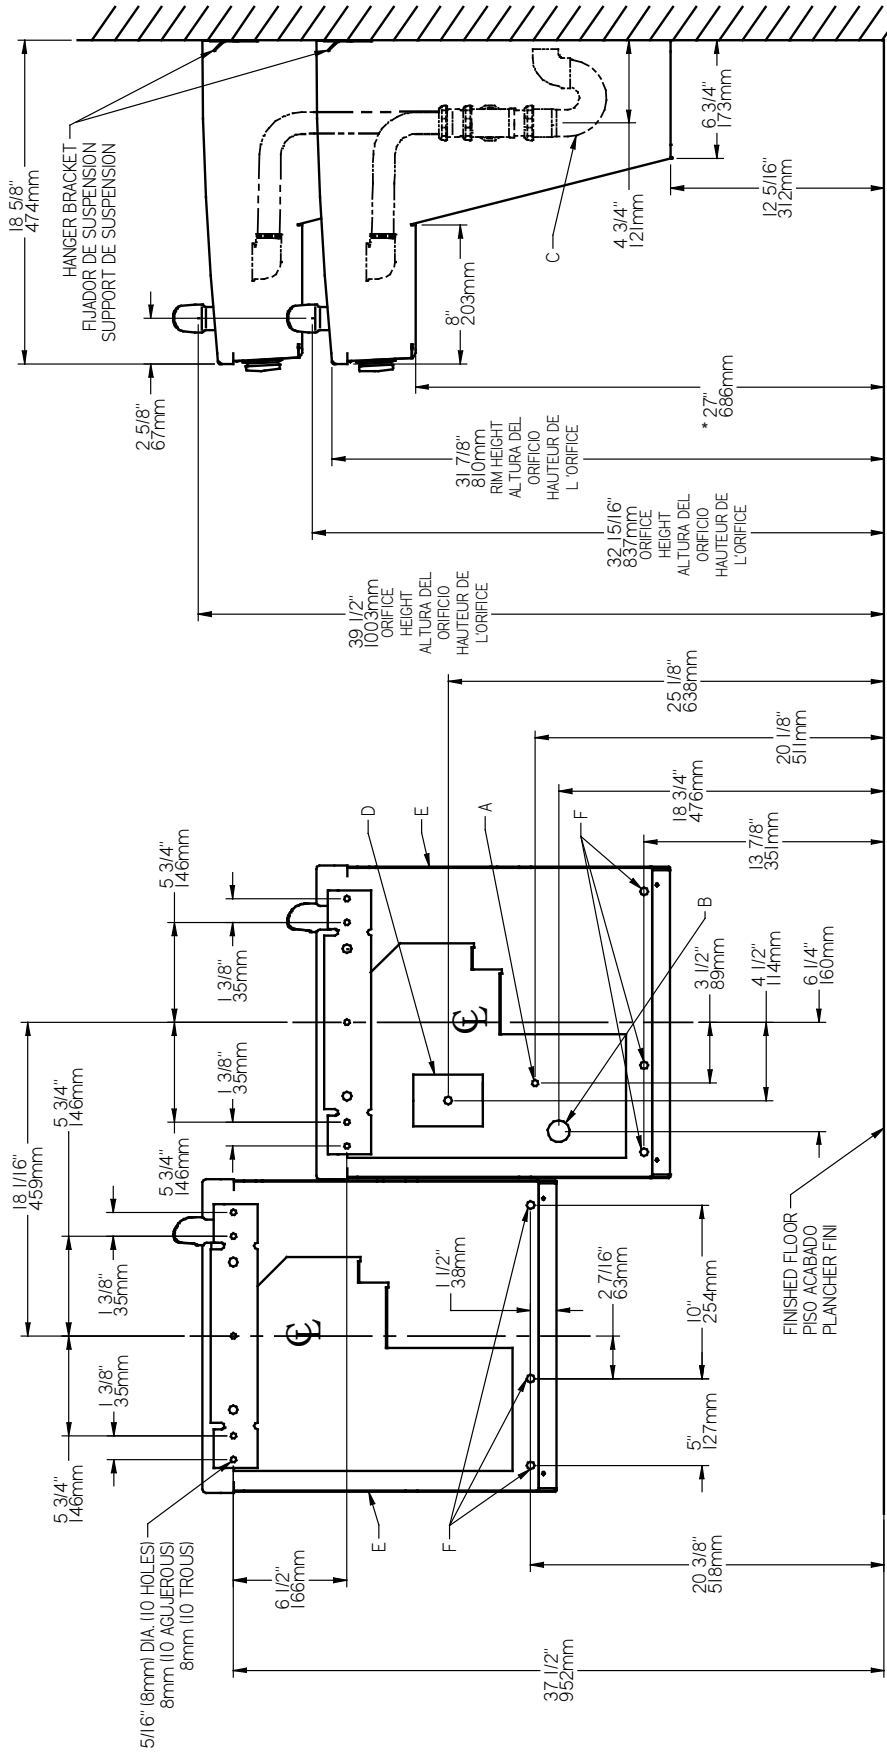

FIG. 2
- 1) Remove hanger bracket fastened to back of cooler by removing one (1) screw.
- 2) Mount the hanger bracket and trap as shown in Figure 2.
- 4) Hang the cooler on the hanger bracket. Be certain the hanger bracket is engaged properly in the slots on the cooler back as shown in Figure 2.
- 5) Loosen the two (2) screws holding the lower front panel at the bottom of cooler base and two (2) screws at the top (**Use torx bits sold separately**). Remove the front panel and set aside.
- 7) Remove the slip nut and gasket from the trap and install them on the cooler waste line making sure that the end of the waste line fits into the trap. Assemble the slip nut and gasket to the trap and tighten securely. Recommend fastening cooler to wall using 5/16 bolt holes. (See Fig. 2, "F")
- 1) Quite el fijador de suspensión sujetados a la parte posterior del enfriador quitando un (1) tornillo.
- 2) Monte el fijador de suspensión y quite el purgador como se muestra en la Fig. 2.
- 5) Afloje los dos (2) tornillos que sostienen la parte inferior del panel en la parte inferior de la base del enfriador y los dos (2) tornillos en la parte superior (**Utilice los pedacitos torx vendidos por separado**). Quite el panel frontal y póngalo a un lado.
- 7) Saque la tuerca deslizante y empaquetadura del colector e instálelos en la manquera de residuos de la nevera, asegurándose que el extremo de la manquera encaje en el colector. Coloque la tuerca deslizante y la empaquetadura en el colector y apriete firmemente. Recomiende el refrigerador de la cerradura para emparejar usando 5/16" agujeros de perno, (véase fig. 2, "F")
- 1) Retirez le support de suspension à l'arrière du refroidisseur en enlevant une (1) vis.
- 2) Installez le support et le siphon tel qu'indiqué à la fig. 2.
- 4) Installez le refroidisseur sur le support en vous assurant que ceux-ci sont bien installés dans les fentes à l'arrière du refroidisseur tel qu'indiqué à la figure 2.
- 5) Dégagez les deux (2) vis retenant le panneau inférieur avant au bas de la base du refroidisseur ainsi que deux (2) vis sur le dessus (**Employez le peu Torx vendu séparément**). Retirez le panneau avant et mettez-le de côté.
- 7) Retirez l'écrou coulissant et le joint du siphon et les installer sur la conduite de vidange de la fontaine en s'assurant que l'extrémité de la conduite de vidange s'ajuste dans le siphon. Assemblez l'écrou coulissant et le joint sur le siphon et serrer fermement. Recommandez le refroidisseur d'attache pour murer utilisant 5/16" ; trous de boulon, (voir la fig. 2, " ; F" ;)